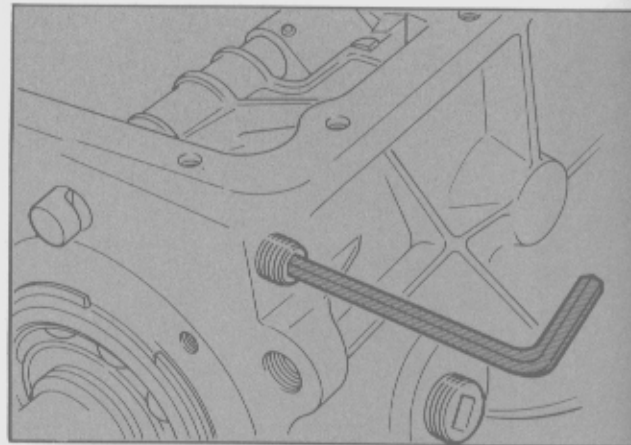

Fig. 40 - Colocación del mecanismo de traba.
- Colocar el perno de traba y el resorte de compresión, con grasa, en el alojamiento lateral de la carcasa. Asegurarlo atornillando el tapón convenientemente (Fig. 40).